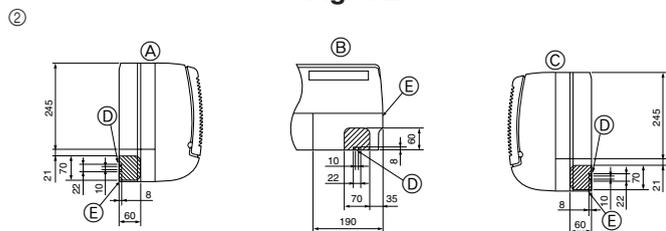

Fig. 4-3
② Determine a posição dos furos separadores na estrutura da unidade. (Fig. 4-3)